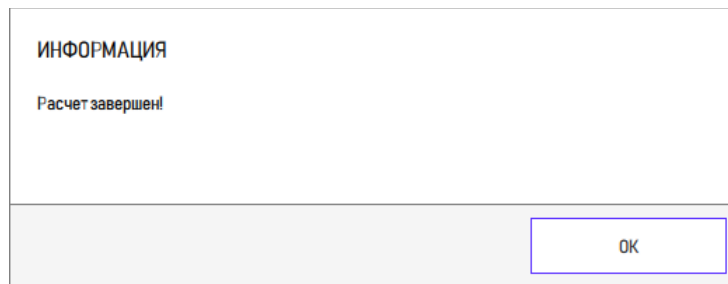

Рисунок 247 – Информационное сообщение
4) По окончании расчета выводится информационное сообщение (рисунок 247).